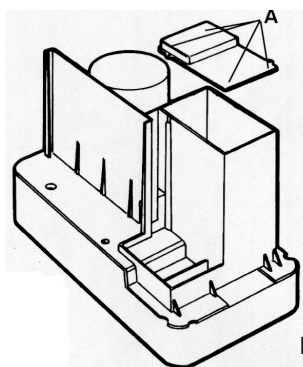
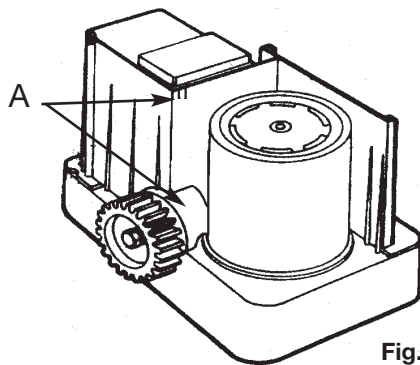
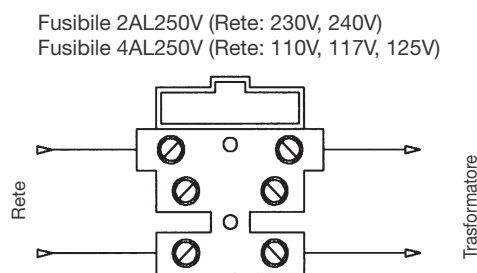

Fig. 7A
Fig. 7B
Fig. 7C
- 1 -La centralina di comando viene alimentata da un trasformatore di sicurezza. Per collegare l'alimentazione all'automazione svitare le 4 viti e togliere il coperchio (Fig. 7A), entrare con il cavo RETE 230Vc.a. come da punto A, Fig.7B e collegarlo nella morsetteria come nella Fig. 7C.